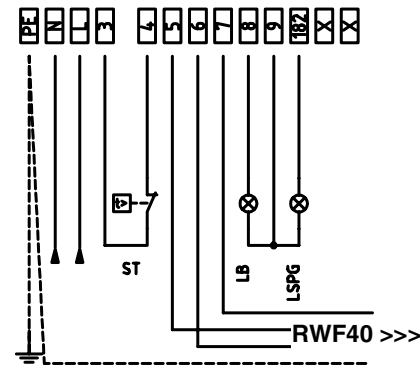

Рис. 16: Модулирующие горелки
3). В случае с модулирующими горелками, клеммы 5,6 и 7 клеммника МА горелки уже подсоединены с модулирующим регулятором (мод. RWF 40). С электрощита выходит 4-х полюсная вилка, предназначенная для подключения датчика температуры или давления (см. Рис. 16)